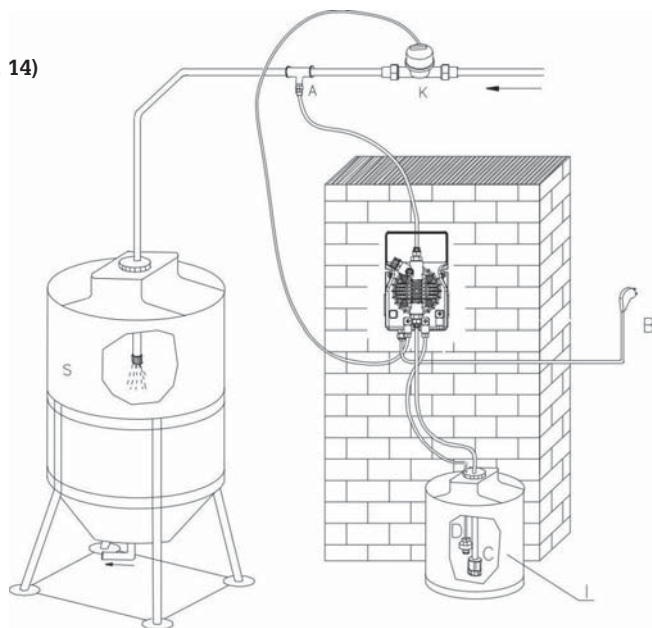

Fig. 14
6.2 - ESQUEMA TÍPICO DE INSTALACIÓN (Fig. 14)